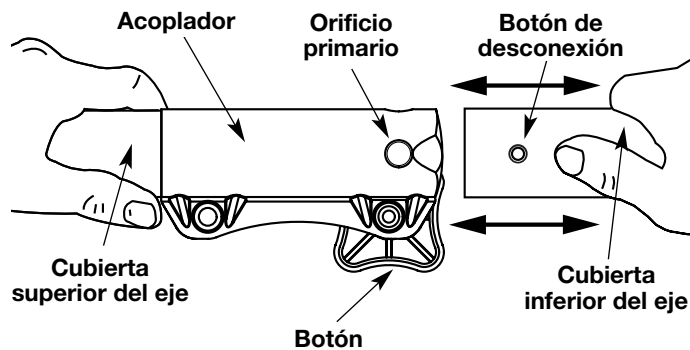

Fig. 2
3. Mientras sostiene el bastidor del eje superior con firmeza, tire del accesorio en línea recta fuera del acoplador (Fig. 2).
3. Mientras sostiene el accesorio con firmeza, empújelo en línea recta en el acoplador (Fig. 2).